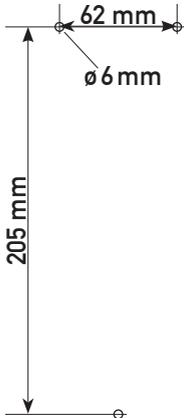

Abb. 1: Bohrungen (Maßstab 1:4)
- Bohren Sie drei 35 mm tiefe Löcher mit einem Durchmesser von 6 mm gemäß des Bohrplans (Abb. 1 bzw. beiliegende Bohrschablone) und setzen Sie die passenden Dübel in die Löcher ein.